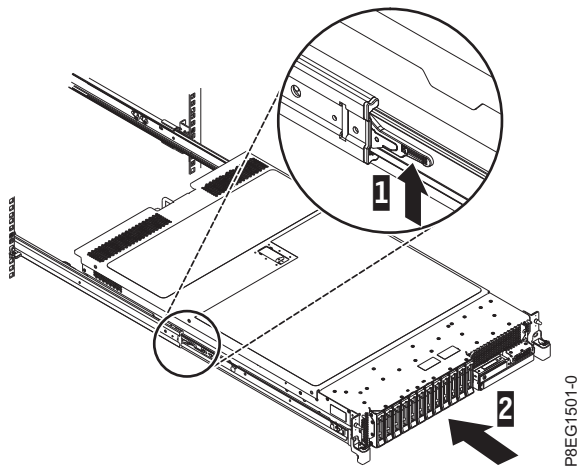

Figure 7. Soulever les taquets de déverrouillage et insérer le serveur dans l'armoire en le poussant
3. Levez les loquets bleus (1) sur les glissières latérales et poussez entièrement le serveur (2) dans l'armoire jusqu'à ce qu'il s'emboîte. Pour plus de détails, voir figure 7, à la page 8.